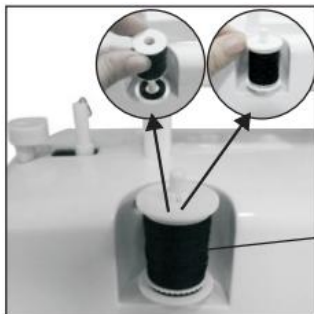

Fig. 11
1. Stavite navoj na držač (Fig. 11).